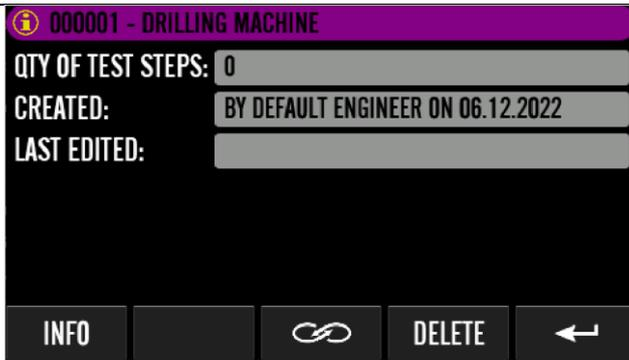

Figura144. “PIANO DI COLLAUDO” con dati base, esempio
posizione (12), premere CONTINUA per passare al "PIANO DI COLLAUDO" con i dati base (vedi figura144 in poi